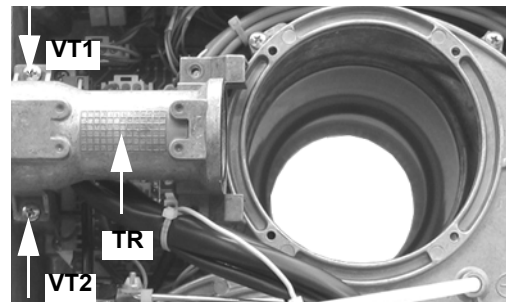

Fig. 12
- 6 Rimuovere il tronchetto **TR**, posizionarlo nella nuova posizione, fissando le viti e (Fig. 12).